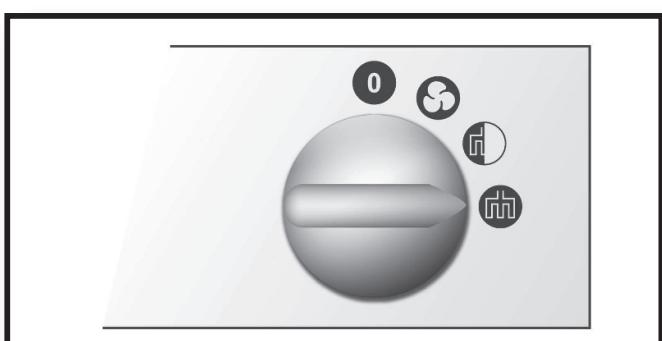

Fig. 7
- II степень нагревания – рис. 7